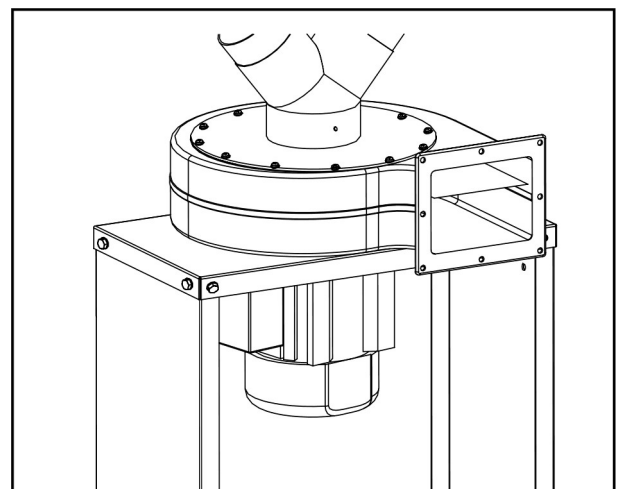

Abb.4
3. Befestigen Sie die Kopfmontage mit den beiden seitlichen Stützplatten mit den jeweiligen Schrauben, Muttern und Unterlegscheiben. (Abb.4)